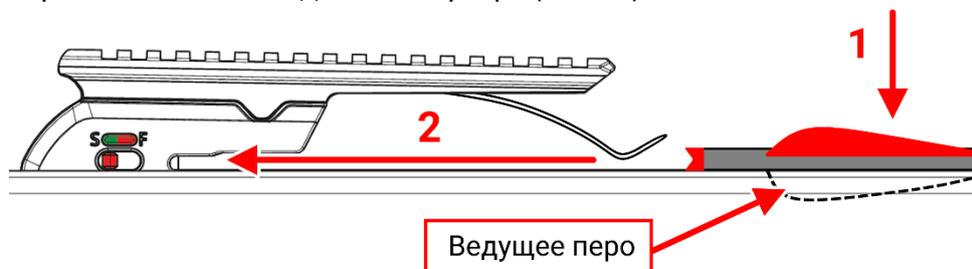

Рис.16
3. Уложите стрелу ведущим пером в паз направляющей арбалета и задвиньте ее под прижимную планку в спусковой механизм до самого упора (Рис.16).